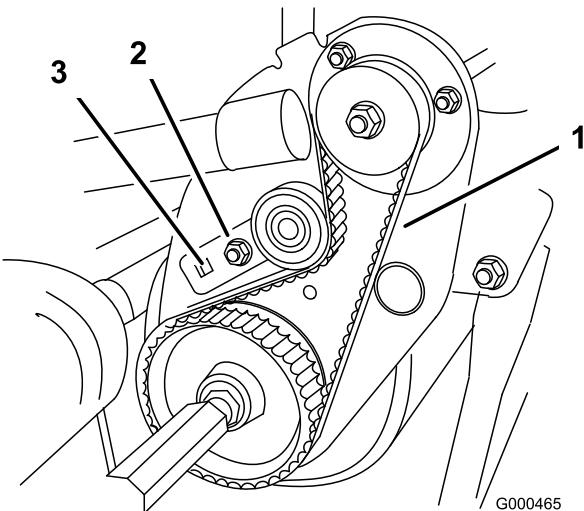

Bild 44
B. Drehen Sie die Spannscheibenhalterung mit einem 3/8-Zoll-Drehmomentschlüssel mit 3,9 bis 4,5 Nm an, um die Riemenspannung einzustellen (Bild 44). Halten Sie die Einstellung des Drehmomentschlüssels und ziehen Sie die Befestigungsschraube an der Spannscheibenhalterung an (Die Scheibe wird eingesetzt, um ein Rutschen des Riemens zu vermeiden.). Ziehen Sie den Riemen nicht zu fest an.